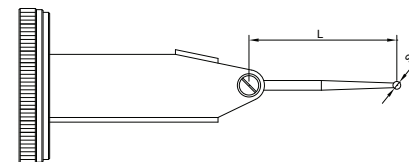

fig.6
4. Cada tipo de indicador de cuadrante tiene una longitud específica de puntas (L, fig. 6). Si la longitud no es correcta, se producirá un error de medición. Consulte la siguiente tabla para elegir las puntas correctas.